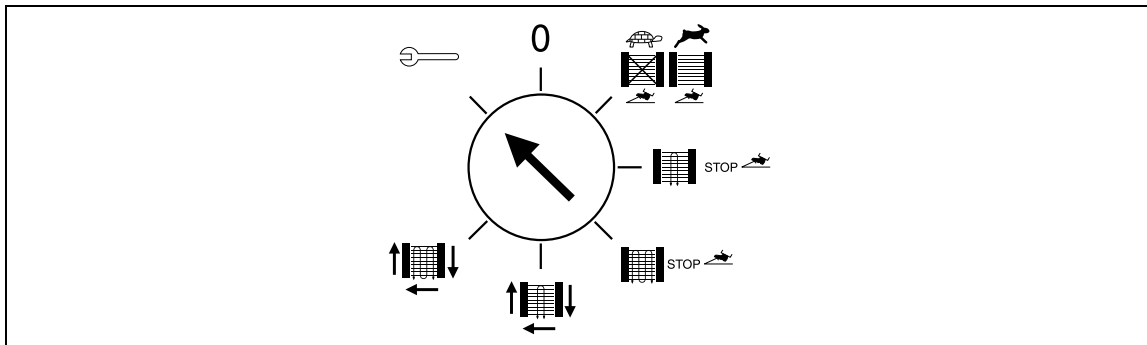

Abb. 7-10 Stellung Programmwahlschalter
- Der Programmwahlschalter befindet sich in Stellung „Einrichten“ (Abb. 7-10).